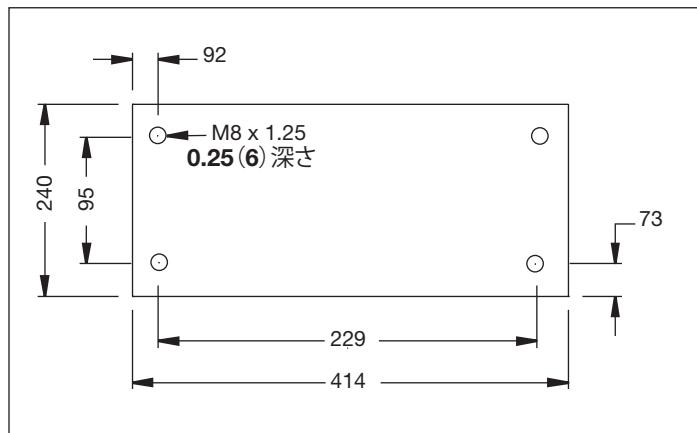

図3
*ポンプを固定された面にしっかりと取り付けるために必要な寸法については、図3を参照してください。
ポンプを固定された面にしっかりと取り付けるために必要な寸法について、図3を参照してください。